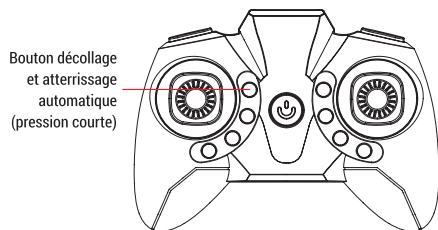

Figure 3: Décollage/Atterrissage
**Explication:** Ce mode permet de contrôler le drone sans se soucier de sa direction de vol. Si vous orientez le joystick de droite vers l'avant le drone ira au Nord quelle que soit son orientation (Nord/Sud/Est/Ouest) de vol au moment de la commande (Figure 3). Lorsque le mode CF est désactivé vous devez vous soucier en permanence de la direction/orientation de vol du drone (Figure 1). Le mode CF est idéal pour apprendre à piloter.